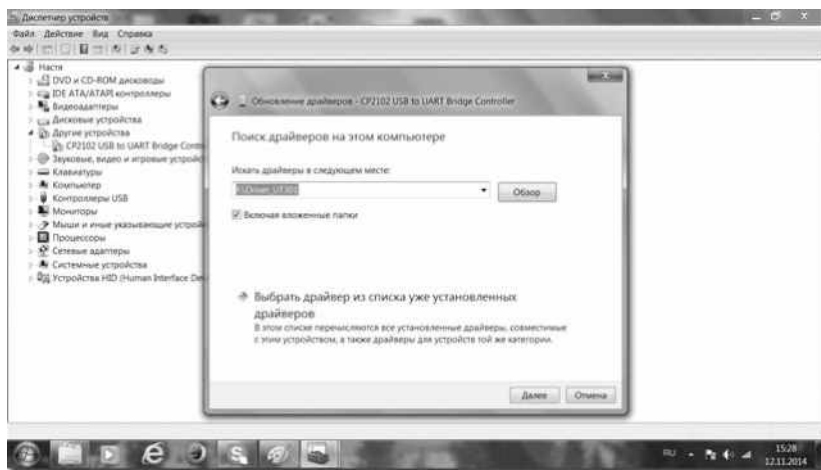

Рис. 11
3.9. В окне с верно выбранным путем драйвера нажимаем «Далее». Галочка «Включая вложенные папки» должна стоять в обязательном порядке (рис.11).